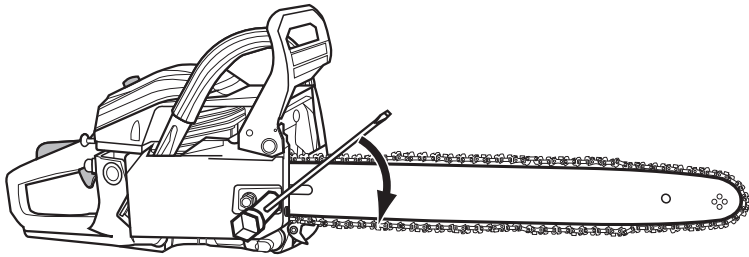

Abb. 8
5. Setzen Sie die Schutzabdeckung (13) wieder auf und befestigen Sie diese mit den Sicherungsmuttern (12). Ziehen Sie die Muttern mit dem Universalschlüssel (32) gut fest (Abb. 8).